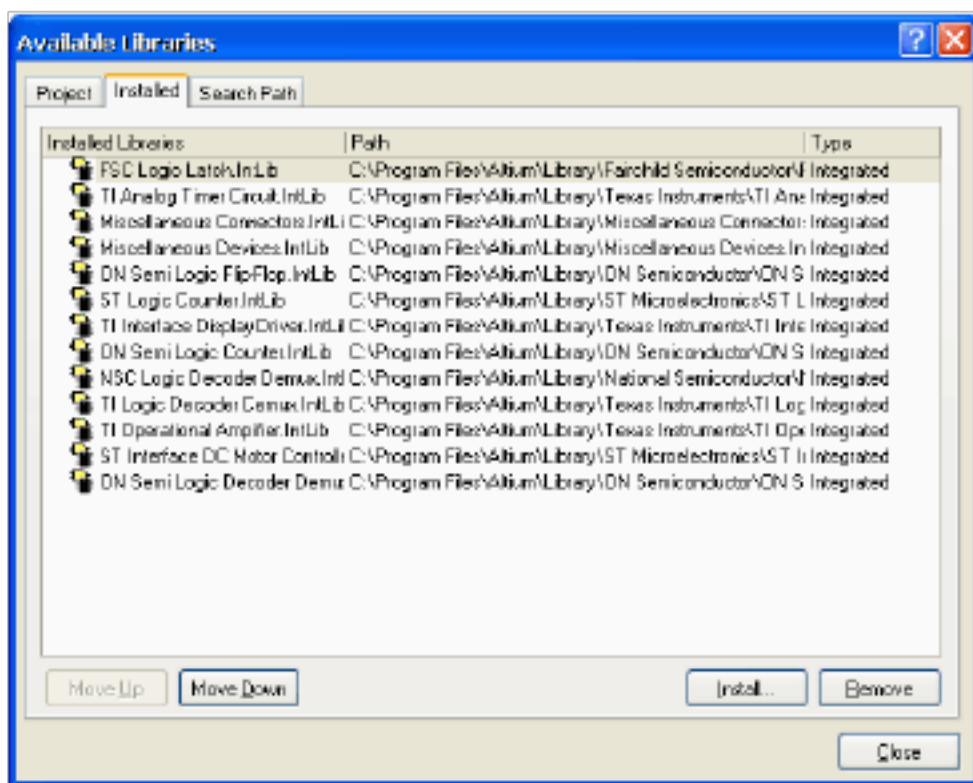
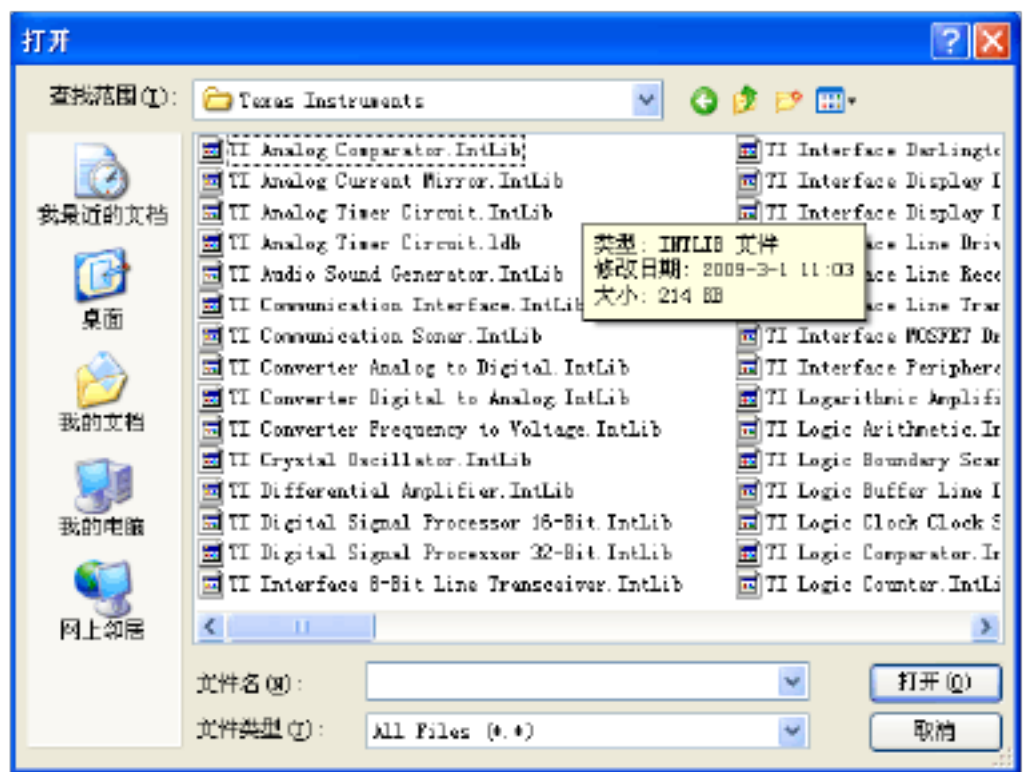

图 2-2 增删元器件库对话框
图 2-3 打开元器件库对话框
(1) 加载元器件库。执行 Design---Browse Library 命令，打开 Libraries 元器件库面板。在元器件库面板中，单击“Libraries”按钮添加原器件库文件。在随后弹出的如图 2-2 对话框中，单击“Install”按钮，将弹出如图 2-3 所示的打开原器件库对话框。